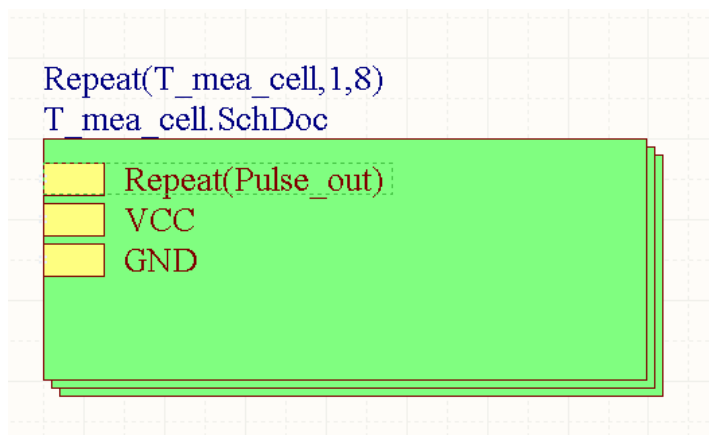

图 4.29 修改后的子图符号
(9) 双击子图符号中的端口“Pulse_out”，打开“Sheet Entry”对话框，在“Name”编辑框内输入“Repeat(Pulse_out)”，然后单击“OK”按钮。将端口的名称改为“Repeat(Pulse_out)”，修改完成后的子图符号如图 4.29 所示。